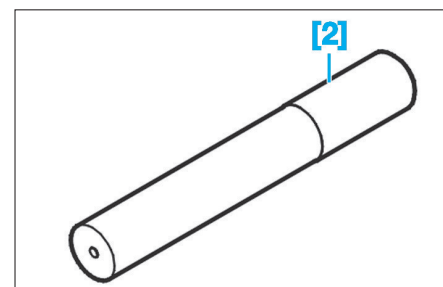

Fig. 4
- [2]. Outil de blocage du volant moteur Ø 11,6 mm (réf : 0194.C) (Fig.4).